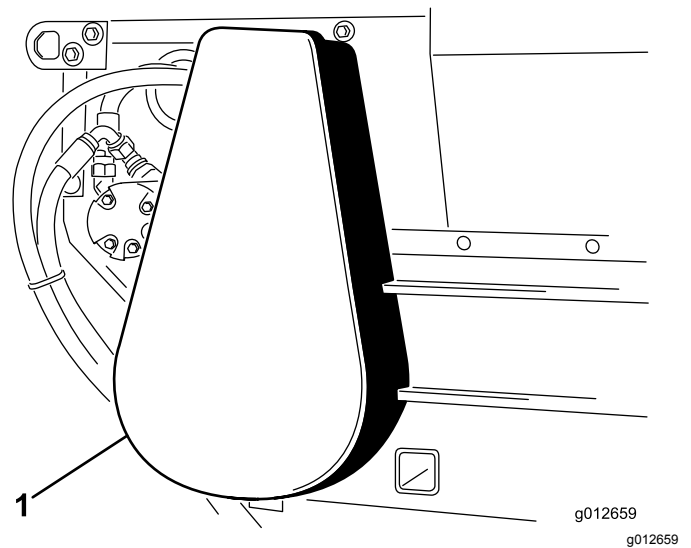

Figure 18
2. Déposez le couvercle de la chaîne (Figure 18).
6. Reposez le couvercle de la chaîne (Figure 18).